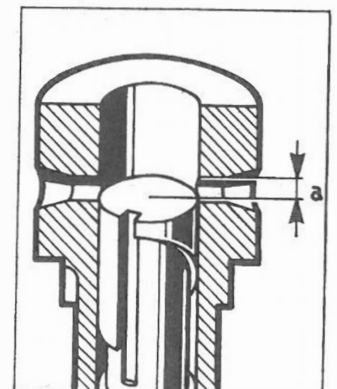

Fig. 95
- Proseguendo nella rotazione il pistoncino coprirà il foro di alimentazione interrompendo il flusso del combustibile che cesserà di sgorgare all'esterno. Questo è l'inizio della pompata del combustibile contenuto nel cilindretto. L'alzata del pistoncino dal suo punto morto inferiore al punto inizio pompata (pre-corsa) deve essere 672-673: 2,0 ÷ 2,2 mm.; 832-833: 2,2 ÷ 2,5 mm. (Fig. 95).
6. By continuing to rotate flywheel, plunger will cover feeding orifice and cut flow of fuel which will stop gushing out. This is the pumping stroke start of fuel contained in cylinder. Plunger rise from BDC (bottom dead center) to pumping stroke start (pre-stroke) point should be 2.0/2.2 mm for 672/673; 2.2/2.5 mm for 832/833 (Fig.95).
- Poursuivent la rotation, le piston plongeur fermera le trou d'alimentation, interrompant le flux de combustible, qui cessera de déborder. Ceci est le début du pompage du combustible contenu dans le cylindre du plongeur. La levée du piston plongeur de son PMB au point de début de pompage (pré-course) doit être pour 672/673 : $2,0 \pm 0,2$ mm et pour 832/833 : $2,2 \pm 0,5$ mm (fig.95).